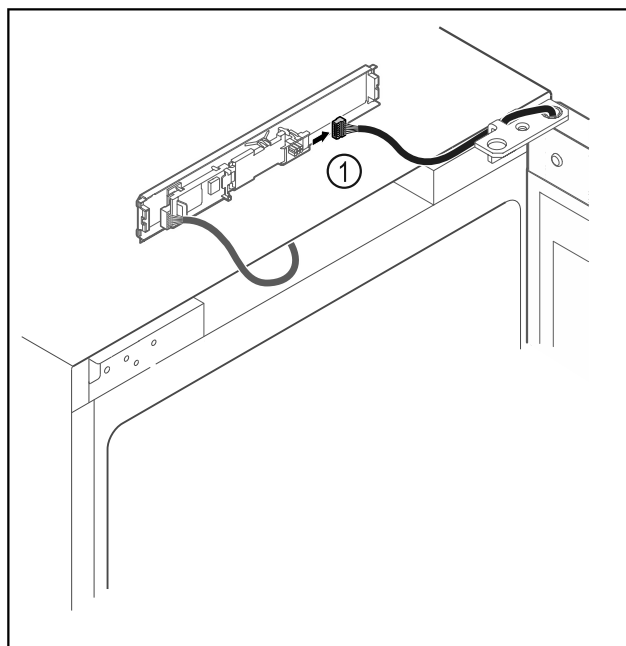

Fig. 19
- Vytáhněte zástrčku Fig. 19 (1) z desky.